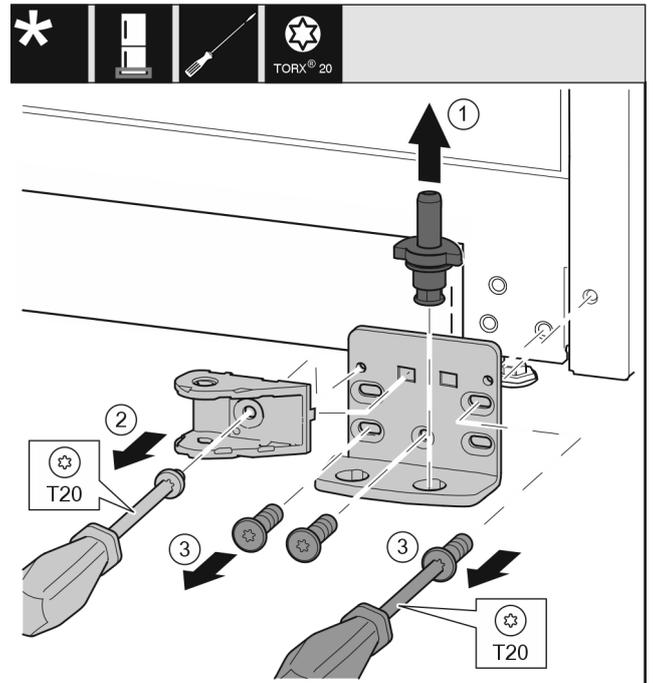

Fig. 35*
- ▶ Estrarre completamente verso l'alto i perni di supporto Fig. 35 (1).*
- ▶ Svitare la vite con un cacciavite Fig. 35 (2) e rimuovere il collegamento dell'ammortizzatore di chiusura.*
- ▶ Svitare le viti Fig. 35 (3) con un cacciavite e rimuovere il blocco di supporto.*